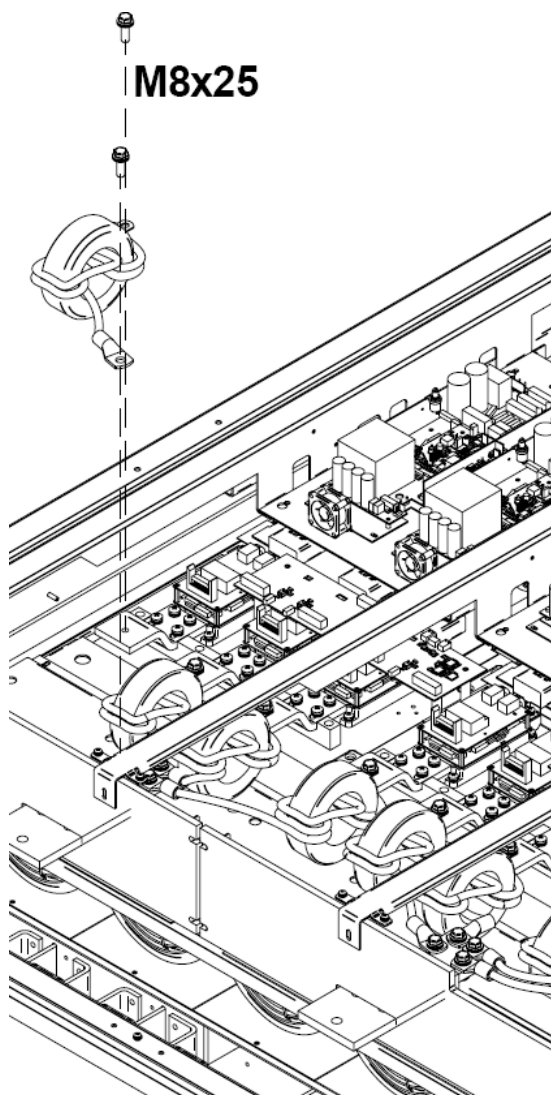

Figura 7.11. Retirar de la Bobinas DT/DV
Consultar la *figura 7.11* mientras se siguen estas instrucciones:
- 1) Colocar la bobina Dv/ Dt en su lugar correspondiente como se muestra en la *figura 7.11*.